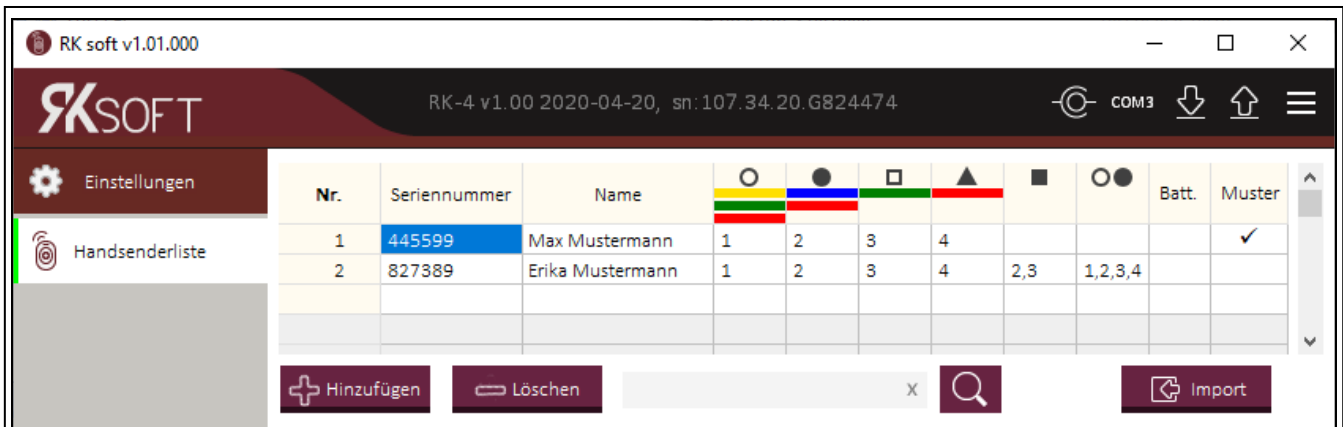

Abb. 7. Programm RK Soft: Registerkarte „Handsenderliste“.
**Handsendertasten** – für jede Taste (Tastenkombination) können Sie die Nummer des Ausgangs eingeben, den sie steuern soll. Jeder Taste können Sie bis zu 4 Ausgänge zuweisen (siehe Abb. 7). Die Symbole entsprechen den Tasten in den Handsendern MPT-300 und MPT-350. Die Farben in der oberen Reihe (von gelb bis rot) entsprechen